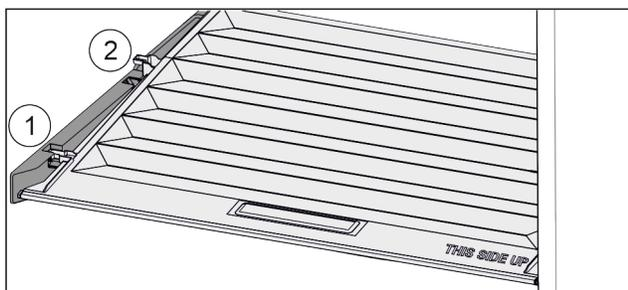

Fig. 139
- ▶ Tirer le couvercle vers l'avant jusque dans l'orifice des pièces de retenue Fig. 139 (1).
- ▶ Le soulever par le bas à l'arrière et le sortir par le haut Fig. 139 (2).